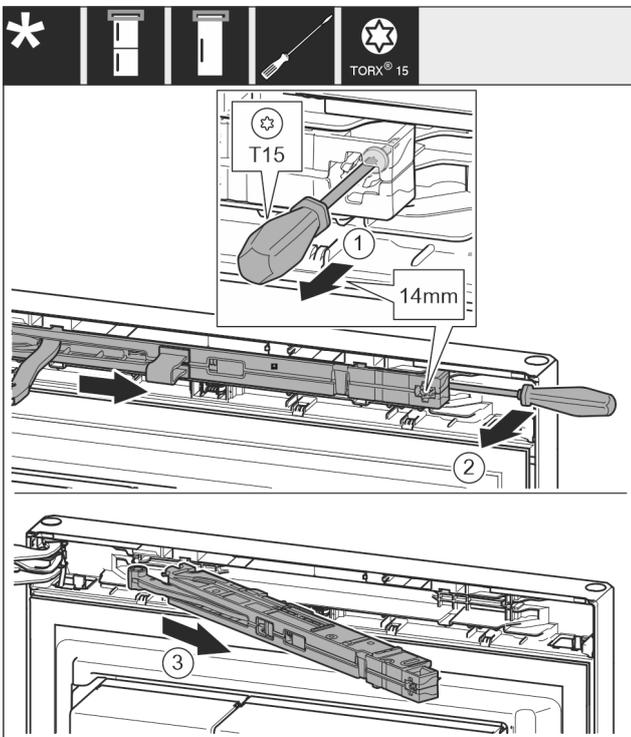

Fig. 12
- ▶ Schraube an Schließdämpfereinheit mit Schraubendreher T15 ca. 14 mm lösen. Fig. 12 (1)
- ▶ Mit einem Schraubendreher griffseitig hinter die Schließdämpfereinheit fahren und Einheit nach vorne drehen. Fig. 12 (2)
- ▶ Schließdämpfereinheit herausziehen. Fig. 12 (3)